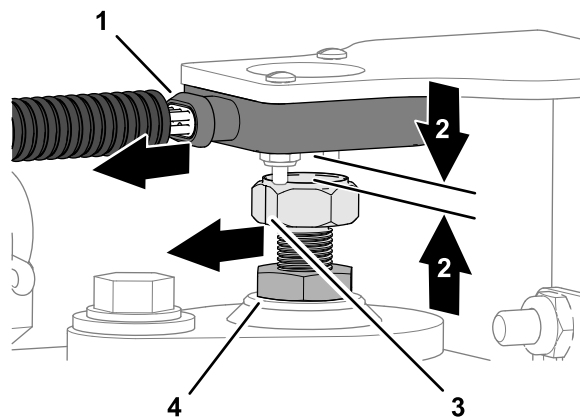

図 11
1. ターゲットとセンサー面の間のギャップが4 mmになるまで磁気ターゲットの位置を調整する (図 11)。
2. 磁気ターゲットの平面に刻印されている指示線が、センサーの配線ポートと一致するまで磁気ターゲットを回転させる (図 11)。
3. ジャムナットを締める (図 11)。
4. ターゲットとセンサー面の間のギャップを測定する (図 11)。測定値は24 mmになる必要がある。